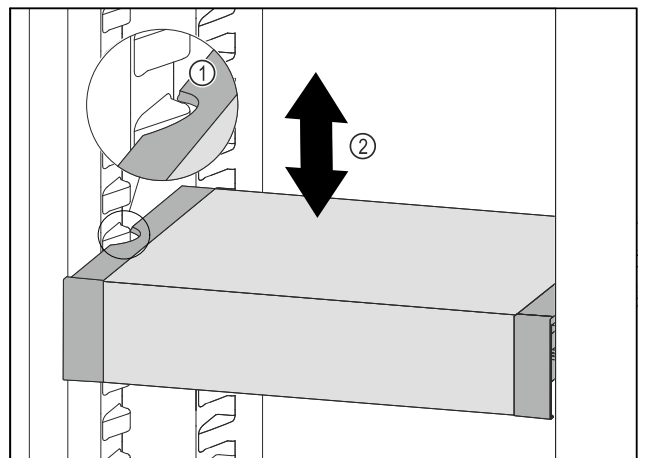

Fig. 77
- VarioSafe naar voren trekken tot de uitsparingen aan de zijkant van de VarioSafe zich ter hoogte van de rib in het koelgedeelte bevinden. Fig. 77 (1)
- VarioSafe in het koelgedeelte omhoog of omlaag bewegen tot de gewenste hoogte is bereikt. Fig. 77 (2)